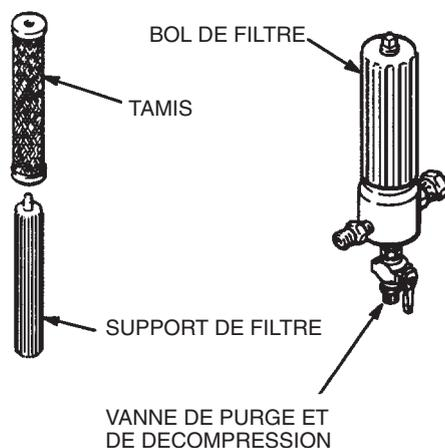

Fig. 3
2. Déposer le bol de filtre et le tamis ; se reporter au Manuel référence 307-273. Nettoyer le tamis séparément et remettre en place le bol, sans son tamis, pour le rincer. Voir Fig. 3.